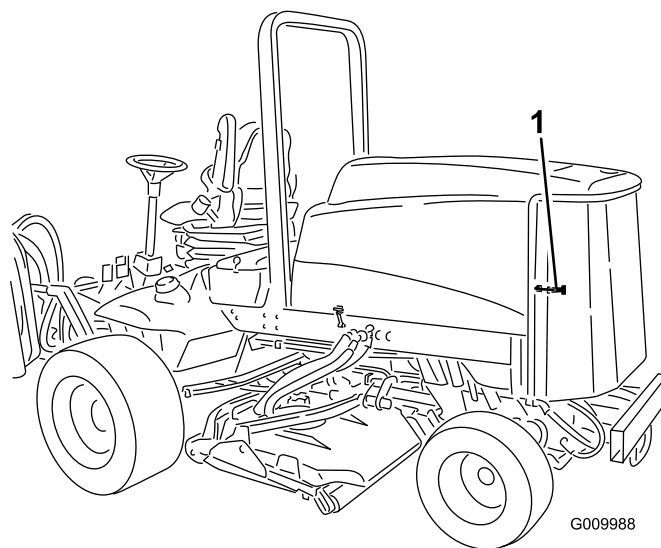

Figure 49
1. Déverrouillez et ouvrez la grille arrière (Figure 49). Nettoyez soigneusement la surface de la grille.